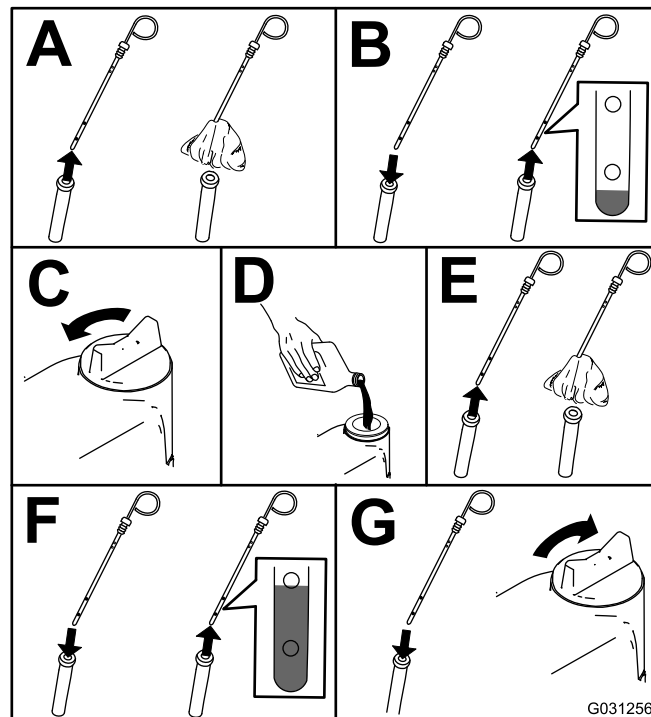

Bild 74
2. Prüfen Sie den Ölstand im Motor (Bild 74).